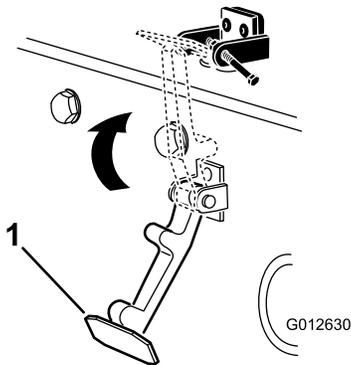

**Figura 5**
4. Alinee los taladros de montaje y posicione el cierre de seguridad para CE y el enganche del cierre sobre el capó (Figura 5).
6. Remache el seguro de cierre, el cerradero y las arandelas al capó (Figura 5).